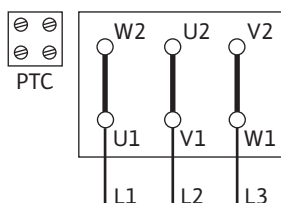
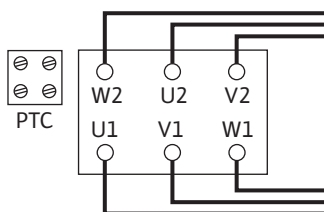

Fig. 5: Arranque Y-Δ
Fig. 6: Circuito Δ
- A ligação de rede depende da potência do motor P2, da tensão e do tipo de arranque. A ligação necessária das pontes de ligação na caixa de bornes pode ser encontrada na tabela seguinte assim como na Fig. 5 e Fig. 6.
Arranque Y-Δ (padrão)	Retirar as pontes de ligação (Fig. 5).
Arranque através de arranque suave	Circuito Δ (Fig. 6)